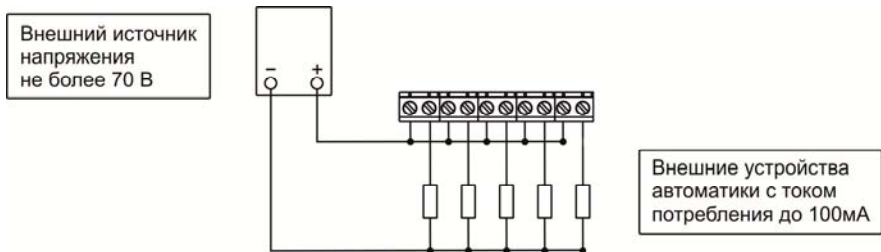

РИСУНОК 2
- при необходимости, подключить внешние устройства автоматики (см. приложение Рисунок 2,3);